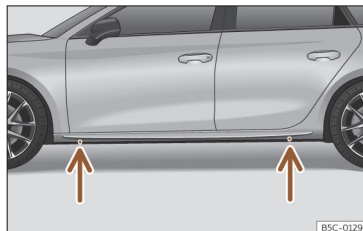

Fig. 244 Pontos de apoio do macaco.
- Procure na longarina a marca do ponto de apoio do macaco (zona afundada) mais próximo da roda a substituir >>> **Fig. 244.**